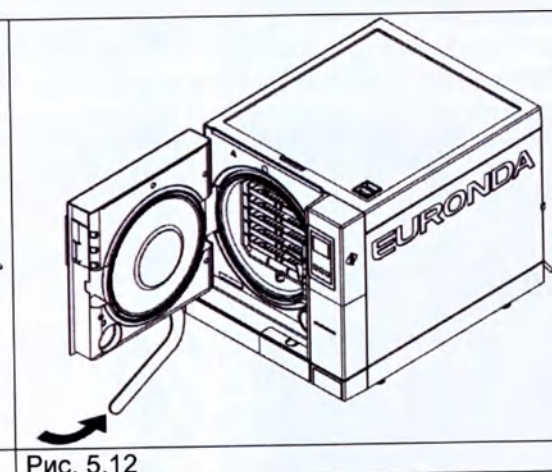

Рис. 5.12
4. Повернуть регулировочный болт против часовой стрелки на $\frac{1}{4}$ оборота (если смотреть на дверцу изнутри) (см. рис. 5.12).